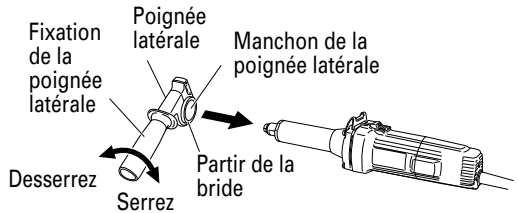

Fig. 4
7. A l'aide de la poignée latérale (Fig. 4) Utilisez toujours la poignée latérale pour éviter les risques de choc électrique. Procédez comme suit pour la fixer à la machine.